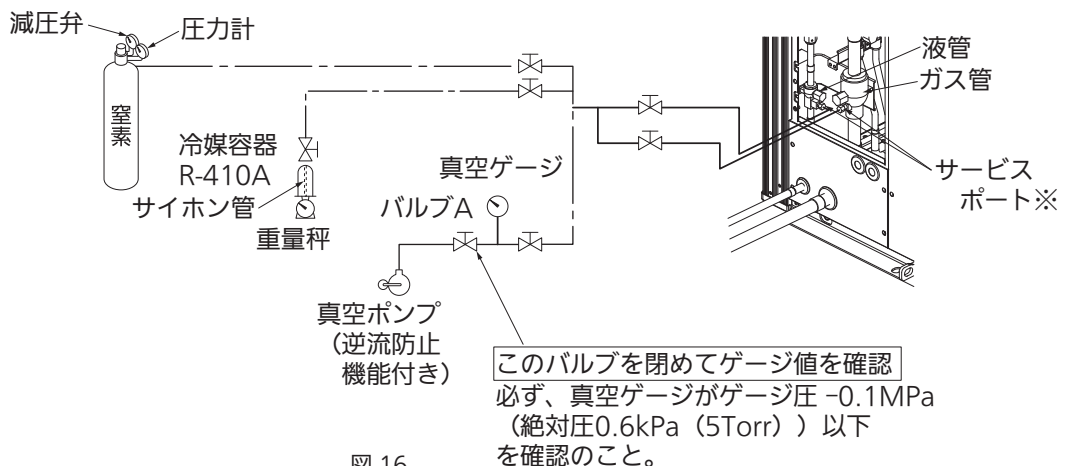

図 16
- ガス管、液管のサービスポートに窒素ガス、真空ポンプ等を図 16(12 ページ)の通りに接続してください。このとき、ガス管、液管の閉鎖弁は“閉”のままです。
- ① 室外ユニットのガス管、液管の閉鎖弁が全閉であることを確認してください。
- ② ガス管、液管のサービスポートに真空ポンプ、真空ゲージを図 16 のとおりに接続してください。
- ③ 室内ユニットおよび配管内の真空引きおよび真空乾燥を行ってください。
- ④ 真空ゲージがゲージ圧  $-0.1\text{MPa}$  (絶対圧  $0.6\text{kPa}$  (5Torr)) 以下まで真空引きを行ってください。
- ⑤  $-0.1\text{MPa}$  以下になってから 1 時間以上真空ポンプを連続運転し、真空引き (真空乾燥) を行ってください。
- ⑥ バルブ A を全閉し、真空ポンプに接続されているホースをゆるめ、真空ポンプを停止してください。
- ⑦ 1 時間放置後、⑥ 終了直後よりも真空ゲージの圧力が上昇していないことを確認し、真空乾燥を終了してください。